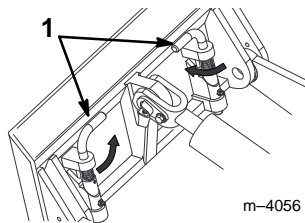

Figure 3
- Engager les goupilles de blocage rapide (Fig. 3).